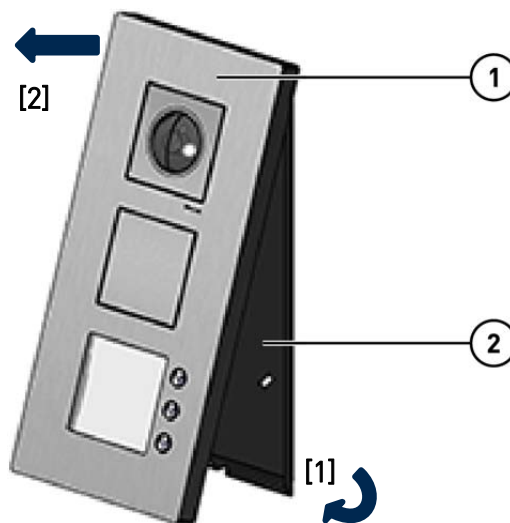

Abb. 5: Oberschale entfernen
- ▶ Entfernen Sie die Oberschale **(1)** von der Unterschale **(2)** (Abb. 5).